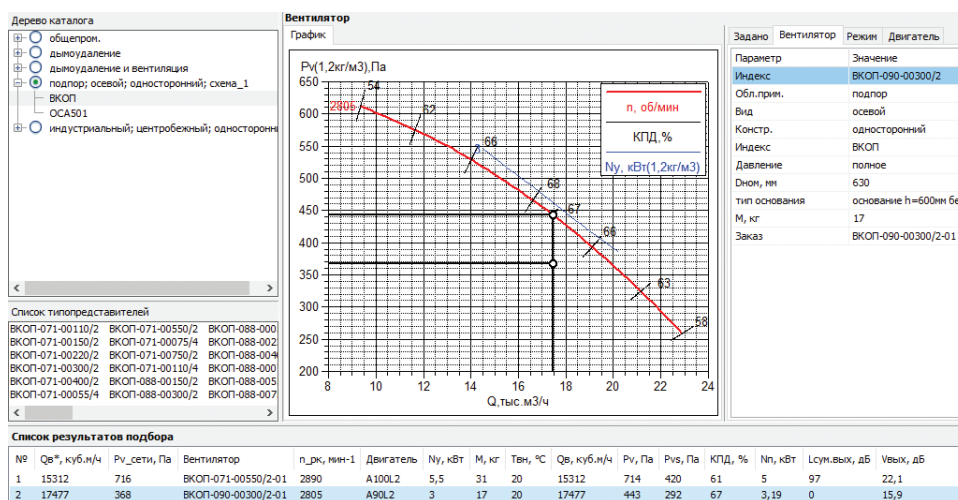

Рис. 7
- третий этап – просмотр полных данных по результатам расчета (Рис. 7).